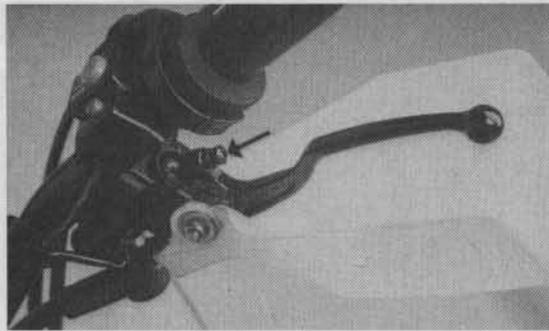

Bild 43
- Zum Korrigieren Handbremshebels Gegenmutter SW 10 lösen, mit Kreuzschlitzschraubendreher Einstellschraube auf gewünschte Hebelhöhe einstellen und Gegenmutter anziehen (siehe Bild 43).